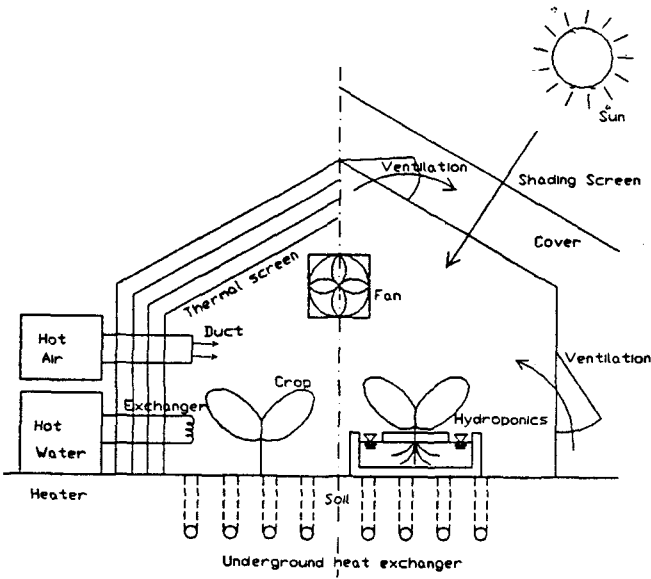
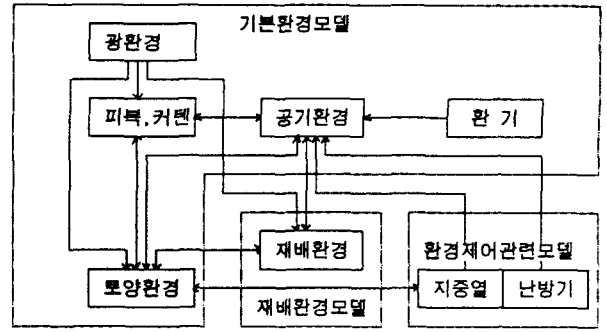

Fig. 1 식물생산시설의 전체개념도
Fig. 2 부분모델의 기능적 관련성
- 1) 전체모델 개념도: 각 부분모델의 독립성을 유지하도록 구조적 모델을 구축한다. 전체 모델의 범위 및 부분모델의 기능적 관련성은 Fig.1 및 Fig.2 와 같다.